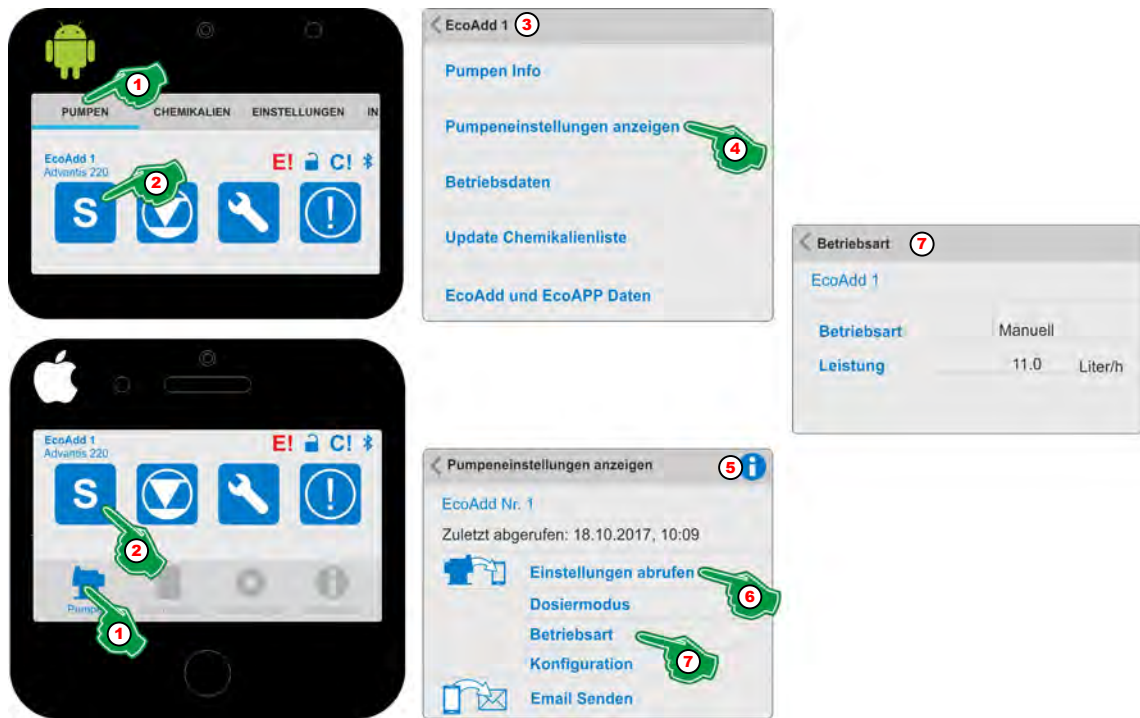

Abb. 25: Pumpeneinstellungen anzeigen - Betriebsart
1. ➤ Menü [Pumpen] (Abb. 25, Pos. 1) auswählen.
2. ➤ „Dosiermodus“ Symbol (Abb. 25, Pos. 2) auswählen.
3. ➤ Zur Kontrolle, von welcher Pumpe derzeit Daten angezeigt werden auf die Kopfzeile (Abb. 25, Pos. 3) achten, in der die ausgewählte Pumpe angezeigt wird.
4. ➤ [Pumpeneinstellungen anzeigen] (Abb. 25, Pos. 4) auswählen.
5. ➤ Durch Auswahl des [Info] ⓘ Symbols (Abb. 25, Pos. 5) erscheint folgende Information:
6. ➤ [Einstellungen abrufen] (Abb. 25, Pos. 6) auswählen.
7. ➤ [Betriebsart] (Abb. 25, Pos. 7) auswählen.